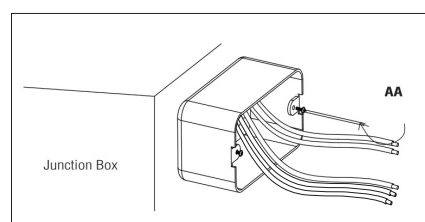

Figure 5
- i. Vissez les deux vis (AA) dans la boîte de jonction en laissant environ 1/4 po de la vis exposée, pour permettre l'insertion de la base du luminaire. (Figure 5)